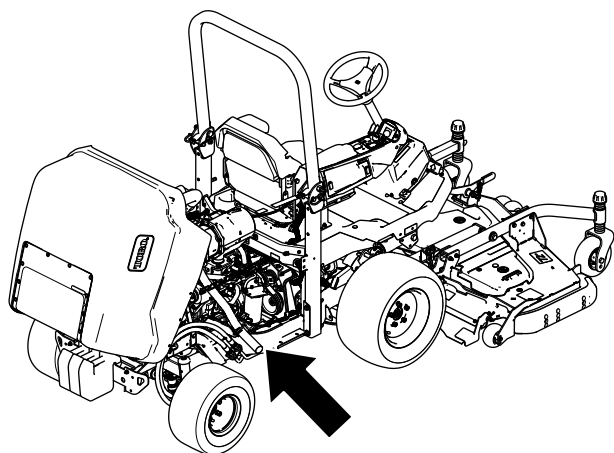

Рисунок 1
1. Поднимите капот (Рисунок 1).